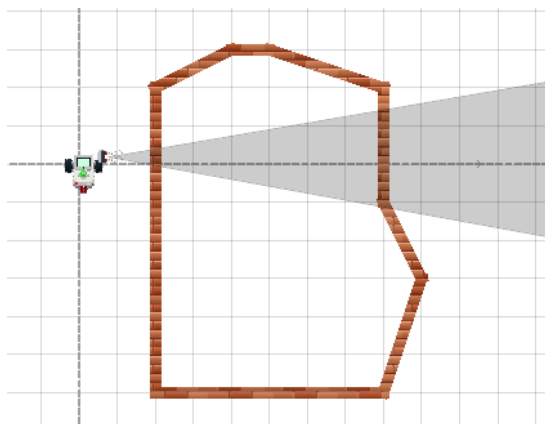

Рис. 1. Установка робота для задачи 1
2. Определим, в первый порт робота, сенсор – датчик расстояний, развернем его, сдвинем на правую сторону устройства (рис.1).